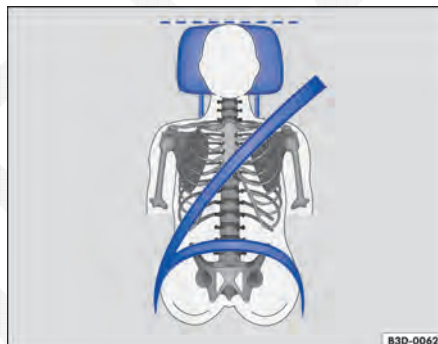

Fig. 42 Posição correta do cadarço do cinto de segurança e ajuste correto do apoio para cabeça.
- Ajustar o apoio para cabeça de modo que a sua borda superior se encontre preferencialmente na mesma linha da parte superior da cabeça – porém não abaixo da altura dos olhos. Posicionar a nuca tão próxima quanto possível do apoio para cabeça ⇒ Fig. 41 e ⇒ Fig. 42.